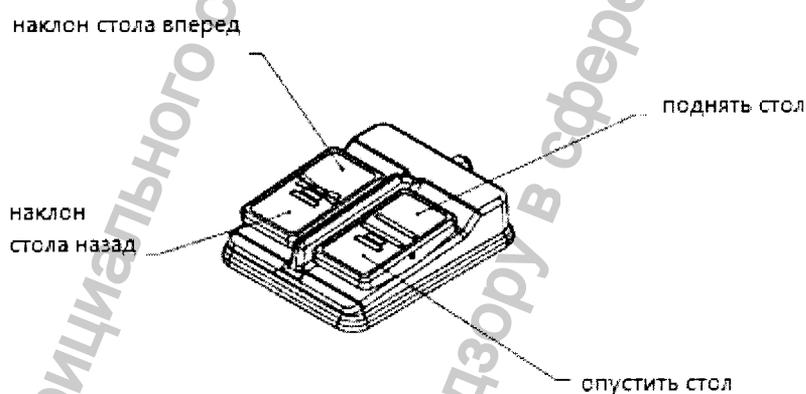

Рис. 2.
7.2 Установка и передвижение основания гинекологического кресла-кровати. (Рис. 2)